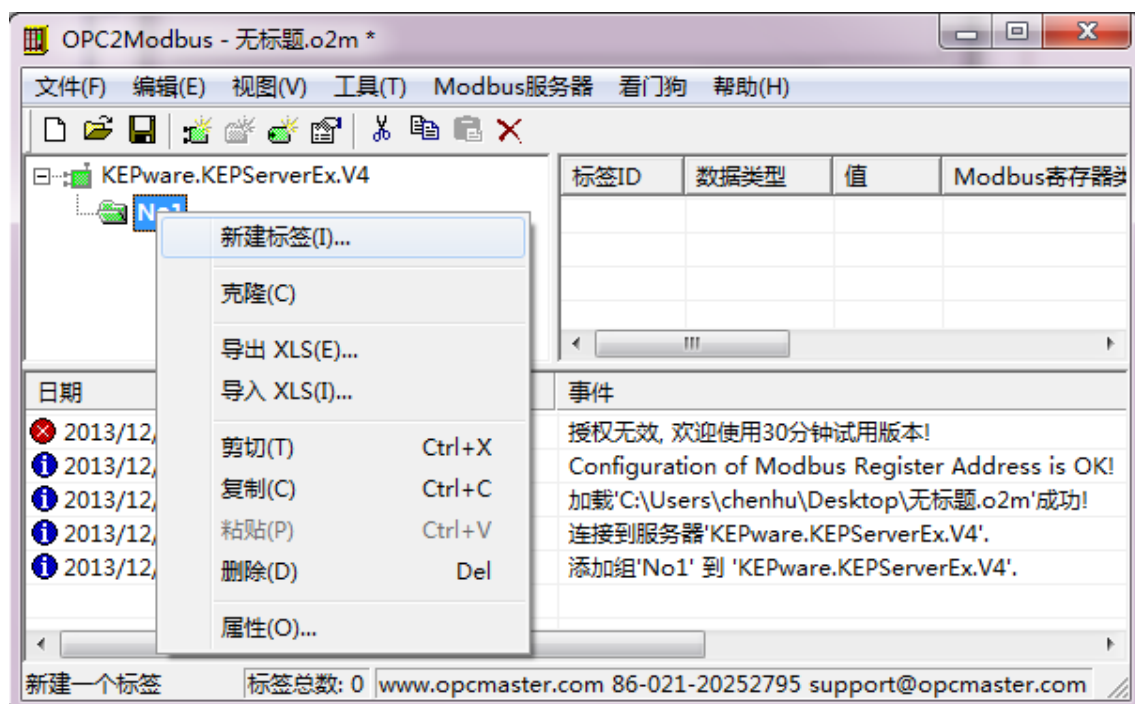

图 3-1-3 选择新建标签
(2)新建标签：点击工具栏中的按钮或者点击菜单栏“编辑”，在显示的选项中点击“新建标签”，或者如下图 3-1-3 所示选中所在组点击右键选择“新建标签”。